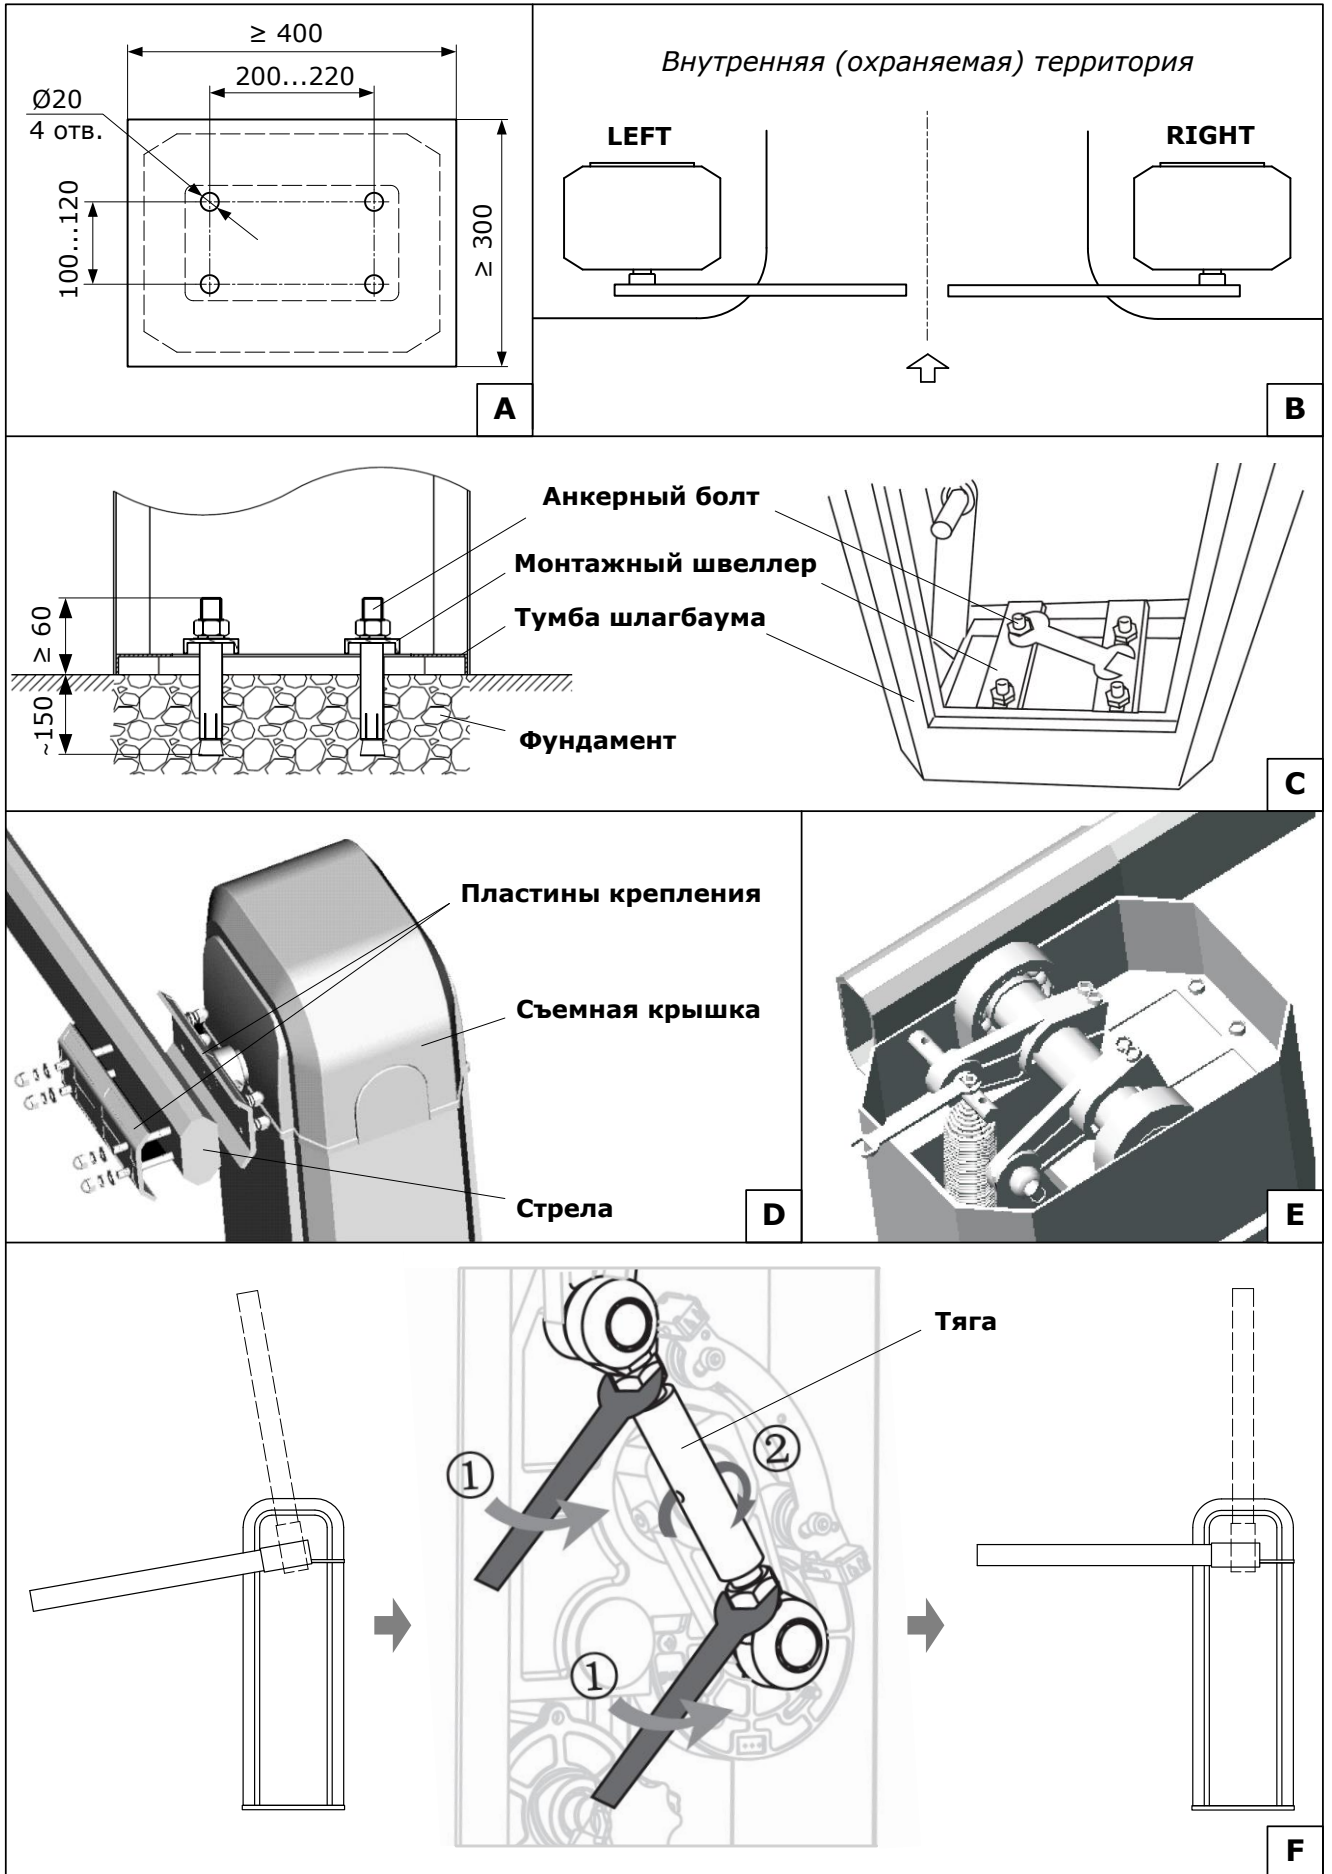

Рисунок 4. Монтаж шлагбаума
- подготовьте яму под фундамент для шлагбаума (Рисунок 4А-4С). Расположение ямы выберите, находясь внутри ограждаемой (охраняемой) шлагбаумом территории. Шлагбаум может быть установлен на правой или левой стороне проезда. Рекомендуется устанавливать шлагбаум таким образом, чтобы дверца тумбы шлагбаума могла открываться со стороны охраняемой территории (необходимо учитывать вид исполнения шлагбаума). Яму выполняйте на глубину, при которой не происходит промерзание грунта.
Для установки тумбы шлагбаума необходимо (Рисунок 4А, 4С):
Для выполнения балансировки стрелы необходимо (Рисунок 4Е):